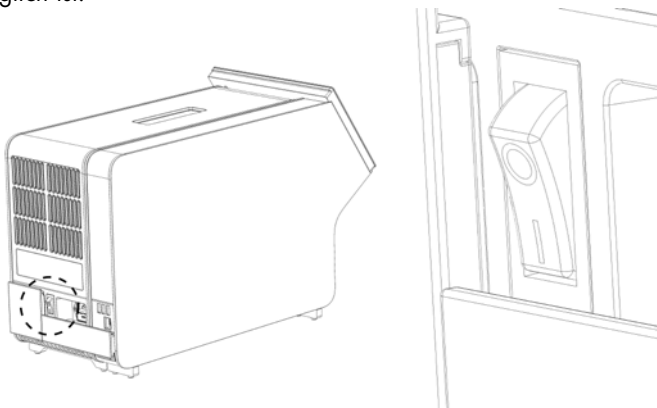

Abbildung 21: Lokalisieren des Netzschalters und Einstellen in die Position „I“
- Schalten Sie das Gerät ein, indem Sie den Netzschalter an der Rückseite des Analysemoduls in die Position „I“ stellen (Abbildung 21). Überprüfen Sie, ob die Statusanzeigen am Analyse- und am Betriebsmodul blau leuchten.